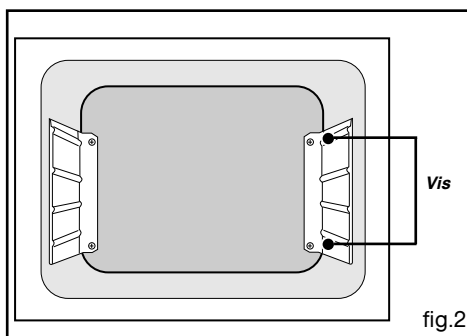

fig.2
- Dévissez les 2 vis maintenant chacune des parois latérales (**Fig.2**). Retirez les parois en les faisant pivoter autour des pattes de maintien situées à l'avant de la cavité (**Fig.3**).